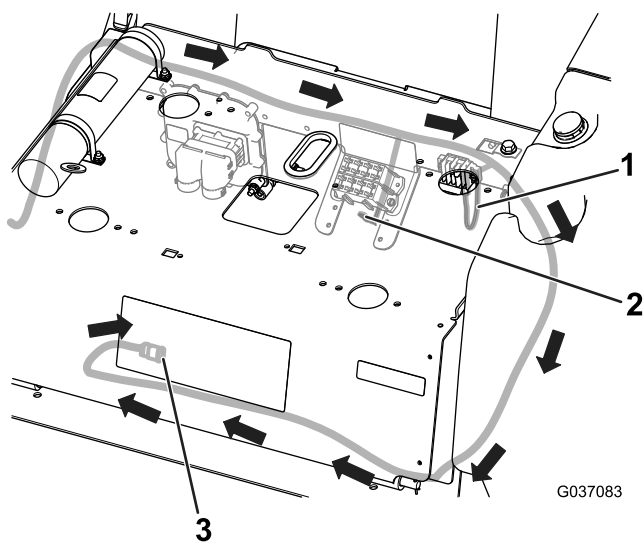

Figura 5
7. Enchufe el conector del bloque de fusibles del arnés de cables en el bloque de fusibles y enchufe el conector del bloque de conexión a tierra en el bloque de conexión a tierra (Figura 5).